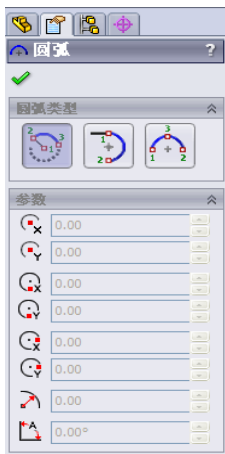
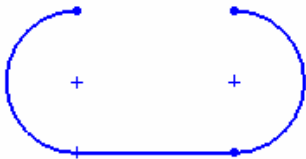

图 2-19 圆弧属性管理器
图 2-20 直线的切线弧
- ① 执行命令。在草图绘制状态下，选择菜单栏中的“工具”→“草图绘制实体”→“切线弧”命令，或者单击“草图”工具栏上的“切线弧”图标按钮，开始绘制切线弧。
- ② 选择切线弧起点。在已经存在草图实体的端点处，单击鼠标左键，此时系统弹出如图 2-19 所示的“圆弧”属性管理器，鼠标变为形状。
- ③ 绘制切线弧终点。拖动鼠标确定绘制圆弧的形状，并单击左键确认。
- ④ 确认绘制的切线弧。单击左侧“圆弧”属性管理器中的“确定”图标按钮，完成切线弧的绘制。如图 2-20 所示为绘制直线的切线弧。